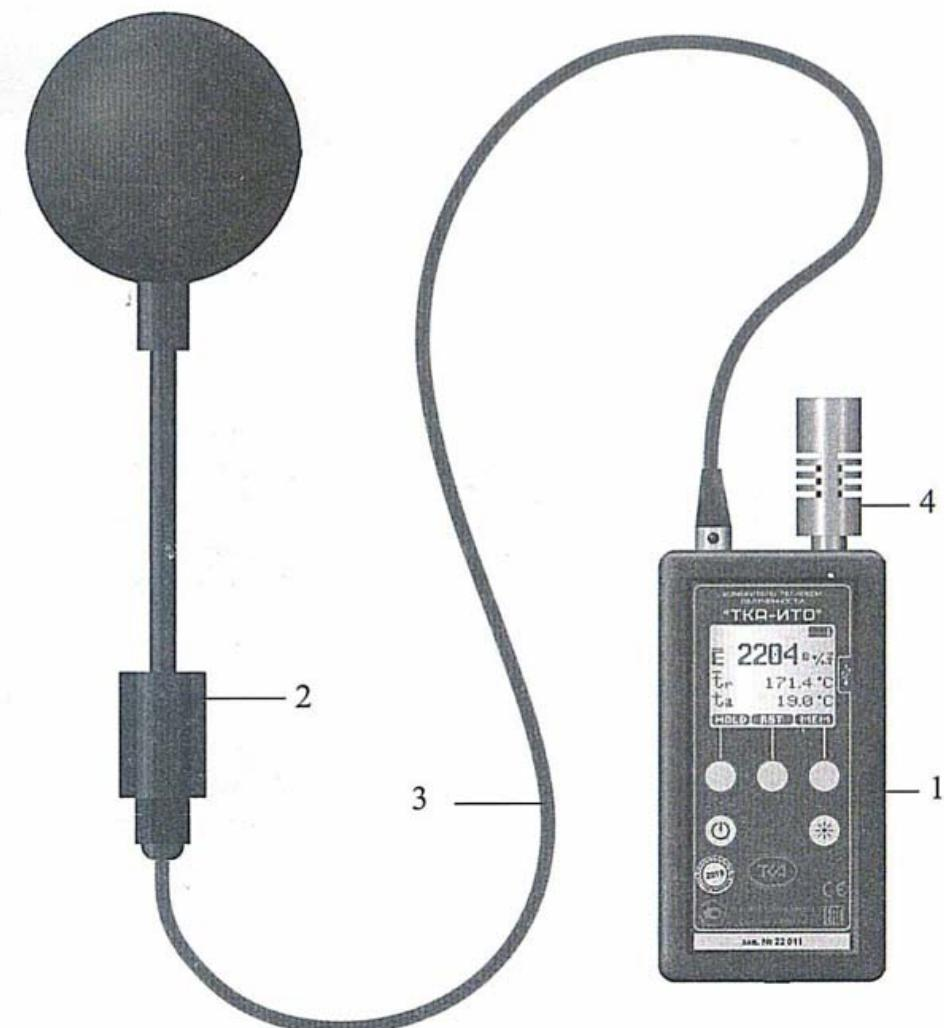

Рис.1 – Внешний вид прибора “ТКА-ИТО”.
5.1 Конструктивно прибор выполнен в виде двух функциональных блоков: электронный блок и блока чёрного шара, соединённых между собой кабелем связи (Рис.1). Два данных блока перед началом работы крепят на штативе.